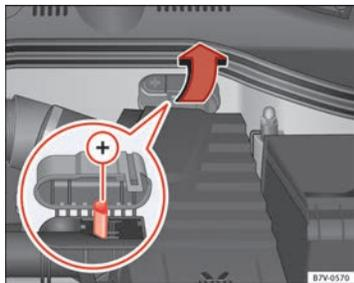

Fig. 217 Dans le compartiment moteur : pôle positif d'aide au démarrage (+).
- De même, ouvrez le cache de la batterie dans le compartiment moteur ⇒ page 313, ou mettez de côté le capuchon du pôle positif¹⁾, dans le sens de la flèche ⇒ fig. 217.
- Raccordez une extrémité du câble de démarrage *rouge* à la borne positive ⇒ fig. 218 (+) ou ⇒ fig. 217 (+) du véhicule dont la batterie est déchargée (A) ⇒ A.
- Raccordez l'autre extrémité du câble de démarrage *rouge* à la borne positive (+) de la batterie fournissant le courant (B).